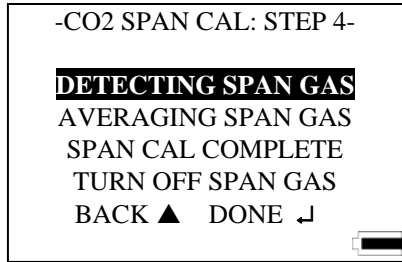

Abb. 4-9: Ansicht CO₂ Messbereichs-Kalibrierung: Schritt 4
10. Das Q-TRAK Plus zeigt den Status des Kalibrierprozesses an. Dieser ist erfolgreich beendet, wenn "SPAN GAS COMPLETE" im Display hervorgehoben wird (Abb. 4-9).